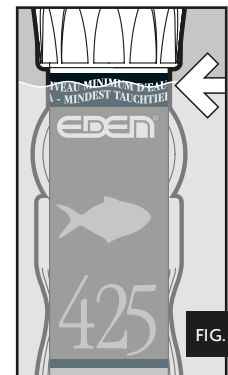

FIG. 1
- ♦ The heater must be submersed to at least the "MINIMUM WATER LEVEL" indication (fig. 1).
To obtain the best distribution of heat in the tank, place the heater inside the aquarium so that the water can circulate freely around the glass tube, with the heating element part at the bottom of the aquarium. Otherwise the thermostat cannot work correctly. The heater is fully submersible and for correct functioning it must be submersed at least till the "MINIMUM WATER LEVEL" mark (fig. 1).
- ♦ Le chauffage doit être immergé au minimum jusqu'à l'indication "NIVEAU MINIMUM DE L'EAU" (fig. 1).
- Le chauffe-eau est complètement submersible et pour fonctionner correctement il doit être immergé au moins jusqu'au repère "NIVEAU MINIMUM DE L'EAU" (fig. 1).
- ◆ **De staafverwarming moet minimaal tot het streep "MINIMUM WATER LEVEL" (afb. 1) onder water zitten.**
- Voor een ideale verdeling van de warmte is de staafverwarming op een plek te zetten, met een zo goed als mogelijk watercirculatie. Het moet verticaal het verwarmingselement richting aquarium bodem worden vast gezet. De staafverwarming kan volledig worden ondergedompeld maar moet minimaal tot het streep "MINIMUM WATER LEVEL" (afb. 1) onder water zitten.
- ◆ **El termocalentador se sumergirá como mínimo hasta la indicación "NIVEL MÍNIMO DE AGUA" (fig. 1).**
El termocalentador es completamente sumergible, y para que funcione correctamente se debe sumergir al menos hasta la marca "NIVEL MÍNIMO DE AGUA" (fig. 1)